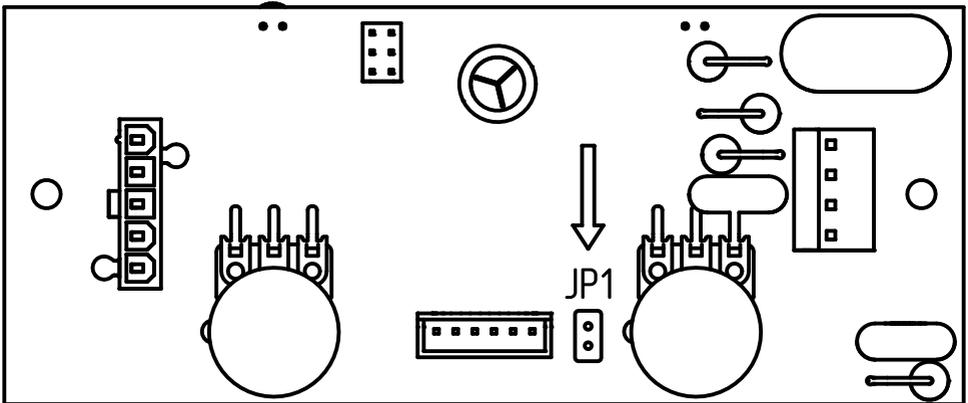

Рис.3. Плата ПУ.
- Замкнуть выводы перемычки JP1 (Рис.3) на плате управления и включить электропитание.